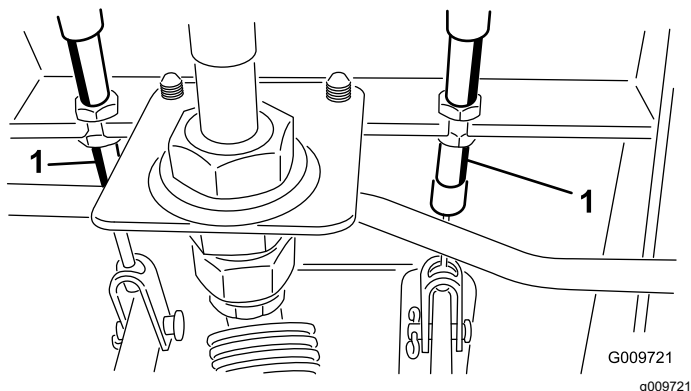

Figura 74
- A. Desaperte a porca dianteira na extremidade roscada do cabo do travão (Figura 74).